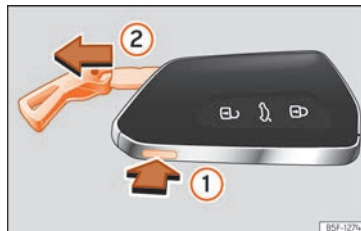

Abb. 82 Fahrzeugschlüssel: Schlüsselbart abziehen.
- Wenn Sie die Taste »» **Abb. 82** ① einmal drücken, wird der Schlüsselbart entriegelt und eine Öse als Schlüsselband angezeigt.
- Halten Sie die Taste ① gedrückt und ziehen Sie gleichzeitig die Öse in Pfeilrichtung »» **Abb. 82** ②, um den Schlüsselbart vollständig auszuklappen.